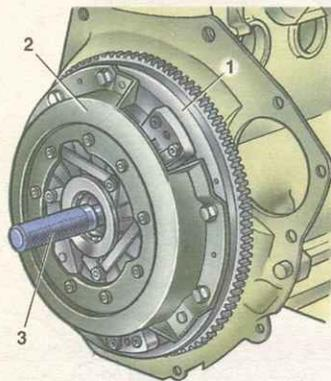

Рис. 4.4. Центрирование ведомого диска сцепления с помощью оправки А.70081: 1 – упорный фланец нажимной пружины; 2 – сцепление в сборе; 3 – оправка А.70081
- расположите ведомый диск выступающей частью ступицы с кольцевой канавкой в сторону коробки передач и отцентрируйте диск относительно подшипника оправкой А.70081, имитирующей шлицевой конец первичного вала коробки передач (рис. 4.4).
Установка коробки передач производится в порядке, обратном снятию. Перед установкой нанесите тонкий слой смазки ЛСЦ-15 (ЛИТОЛ-24) на шлицевой конец первичного вала и отцентрируйте оправкой А.70081 ведомый диск сцепления (см. рис. 4.4).